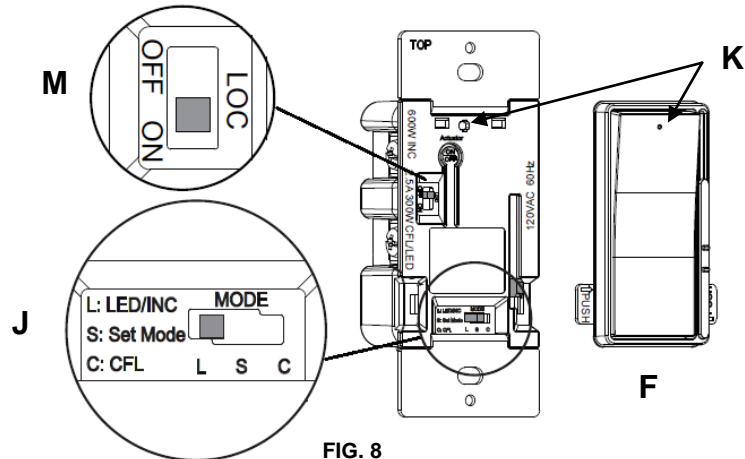

FIG. 8
- This dimmer switch is pre-set at the factory with the Mode Switch "J" set to Mode L which works for LED or incandescent light bulbs. For application in controlling CFL light bulbs, set the Mode Switch "J" to Mode C at the right position (FIG 8).
12. Optional Locator Light "K" (FIG 8). By factory default, the white locator light (LOC) of the dimmer switch is ON when the load light is OFF, and the locator light is OFF when the load light is ON. To turn off the locator light when the load light is OFF, move the LOC switch "M" to the OFF position to disable it.
12. Voyant lumineux "K" (FIG. 8) optionnel. Par défaut, le voyant lumineux (LOC) de l'interrupteur/gradateur est allumé lorsque la lumière de la charge est éteinte et il est éteint lorsque la lumière de la charge est allumée. Pour éteindre le voyant lumineux lorsque la lampe de la charge est éteinte, mettre le commutateur LOC "M" à la position OFF.
12. Luz de localización opcional "K" (FIG 8). Por defecto de fábrica, la luz de localización blanca (LOC) del interruptor de atenuación permanece ENCENDIDA cuando la luz de carga está APAGADA, por lo contrario la luz de localización permanece APAGADA cuando la luz de carga está ENCENDIDA.